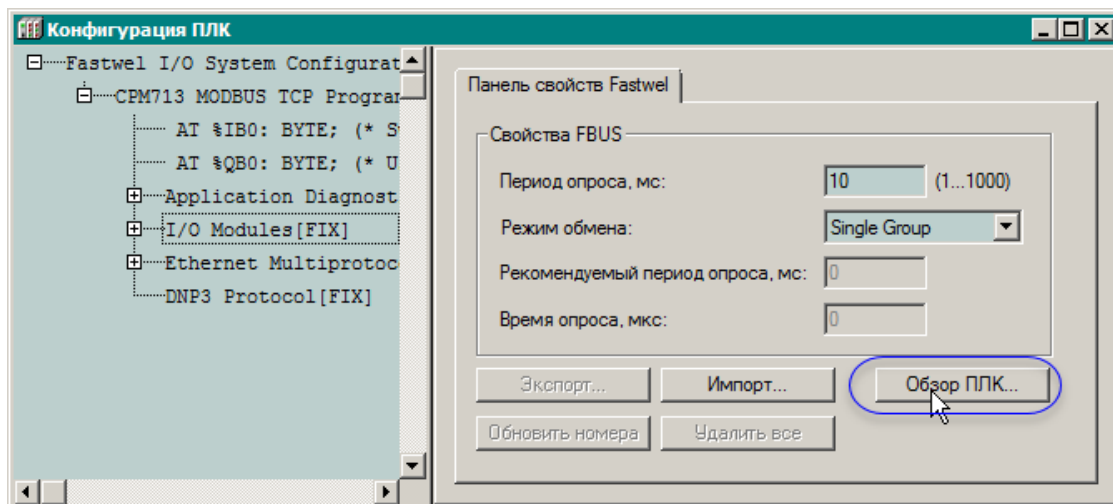
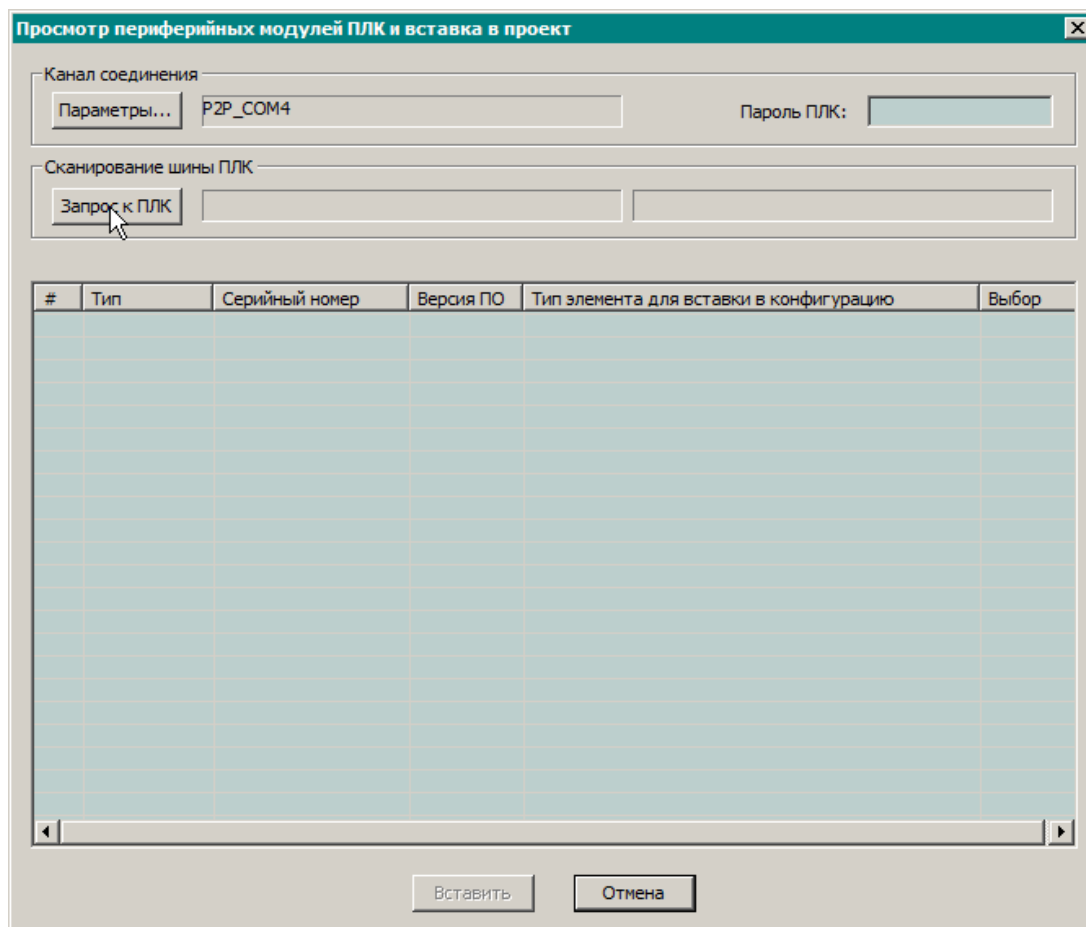

Рис. 2. Панель свойств Fastwel для настройки параметров сервиса ввода-вывода
Рис. 3. Диалоговая панель Просмотр периферийных устройств и вставка в проект
5. В окне **Конфигурация ПЛК** щелкните на элементе *I/O Modules* в древовидном списке конфигурации приложения. В правой области окна **Конфигурация ПЛК** будет отображена **Панель свойств Fastwel**, предназначенная для настройки параметров сервиса ввода-вывода и показанная на рис. 2.
6. Нажмите кнопку **Обзор ПЛК**, как показано на рис. 2. На экран будет выведена диалоговая панель **Просмотр периферийных устройств и вставка в проект**, представленная на рис. 3.